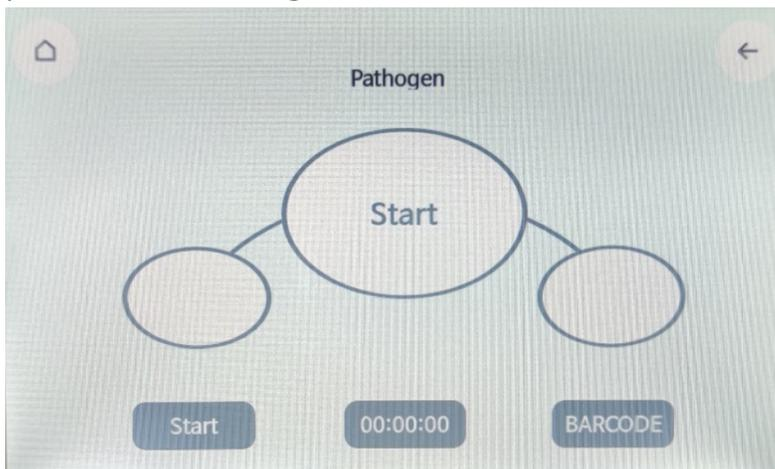
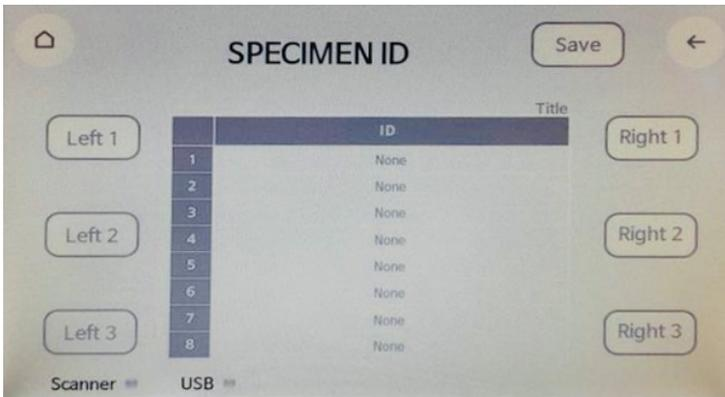

Figura 14. Menú Run (Serie) de la interfaz de la pantalla táctil de IndiMag 48s.
Figura 18. Menú Barcode ID (ID de código de barras) de la interfaz de la pantalla táctil de IndiMag 48s para la introducción de datos.
5. Pulse "Start" (Iniciar) en la parte inferior izquierda de la pantalla (consulte la Figura 14).
2. Pulse “BARCODE” (Código de barras) para acceder al menú Barcode (Código de barras) (consulte la Figura 14 para ver el menú Run [Serie]). Se mostrará el menú Barcode (Código de barras) (consulte la Figura 18).
7. Al finalizar, pulse "SAVE" (Guardar) en la parte superior de la pantalla (consulte la Figura 18). El archivo se exportará a la unidad USB.